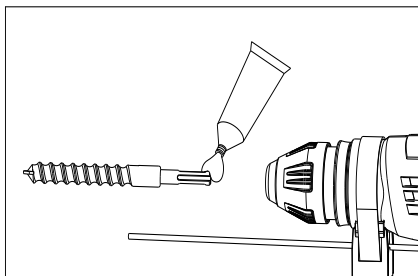

Рисунок 1
(1) Очистите бур перед установкой и слегка смажьте хвостовик перед установкой в патрон. (См. рисунок 1)